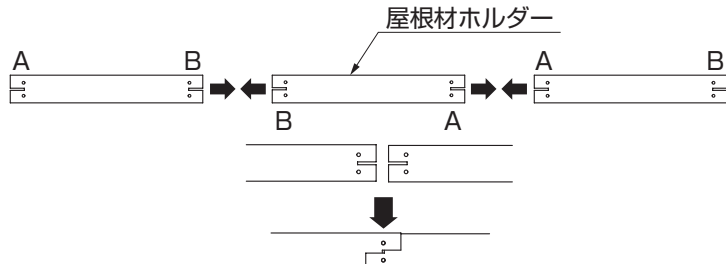

図5-10
- 2本目以後の取付けは、1本目の屋根材ホルダーと反対向きにして、切り込み部分をかみ合わせるように取付けてください。（図5-10参照）